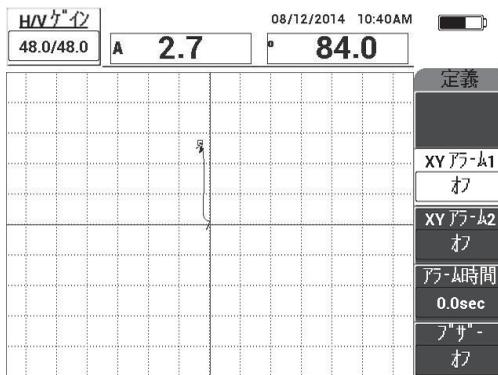

図 6-31 ドット位置の調整
- プローブを空中に持ち上げて、ドットの動きを観察します。ドットが画面から消えた場合は、ゲインキー（dB）を押して、ドットが画面に表示されるようにノブを回してドットの位置を調整します（155 ページの図 6-31 参照）。